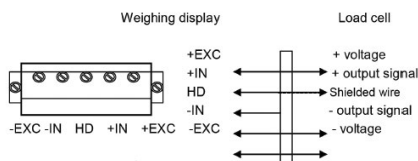

Рисунок 4 - Схема подключения через внутреннюю клемму
3. Откройте заднюю крышку индикатора, подключите провода сигнального кабеля согласно схеме (рисунок 4) к клемме на плате.